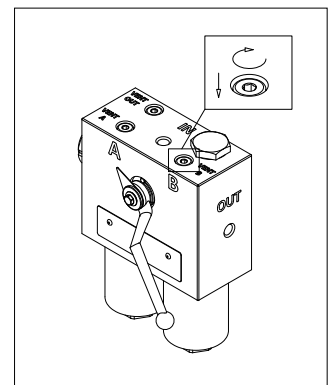

fig. 13
- (Fig. 13) Serrare il tappo di sfiato.